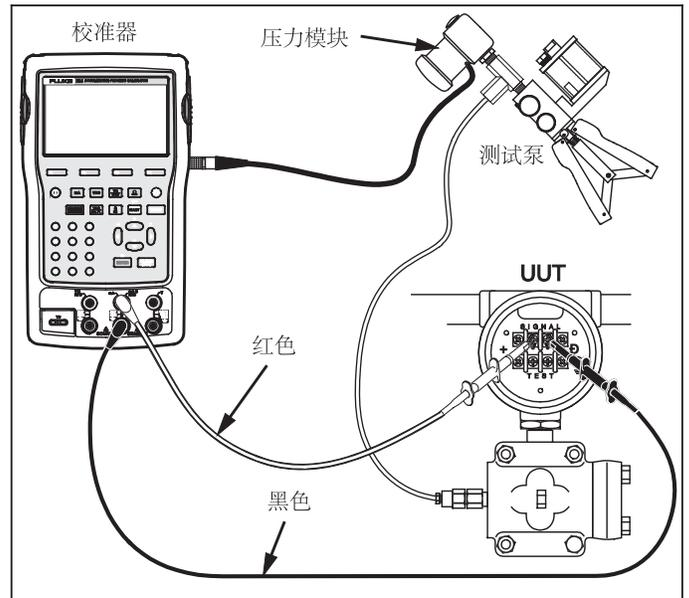

图 1. 测试配置
1. 将 700 系列压力模块(压力模块)连接至主控仪器端口(部件①)。如需安装 700P 高压模块(700P29、P30 或 P31), 需要安装一个 1/4 英寸 NPT 公头适配器。在 NPT 螺纹连接上采用 Teflon® 胶带或同类胶带, 以防泄露。
3. 如图 1 所示, 将压力模块连接至校准器。
4. 将被测单元(UUT)的输入连接至测试泵的测试压力端口(部件②)。
5. 拧送泄压旋钮(部件⑨), 对测试泵泄压。
7. 将微调旋钮(部件④)调节至中等范围。
8. 顺时针方向调节泄压旋钮(部件⑨), 直至全闭位置。